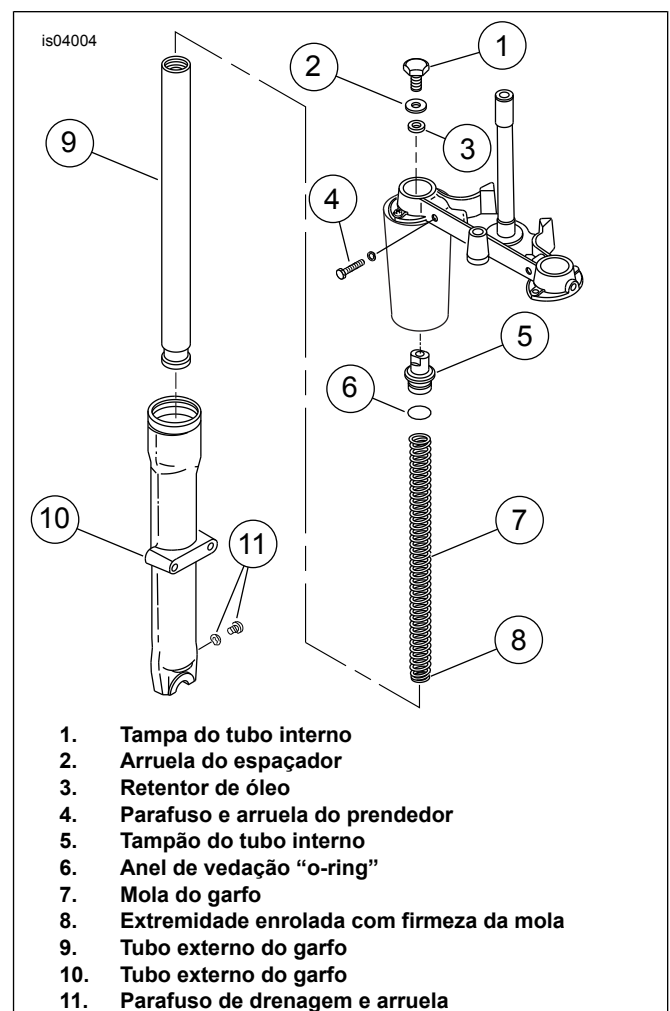

Figura 1. Garfo dianteiro
4. Veja Figura 1. Remova a tampa do tubo interno (1), o espaçador (2) e o retentor de óleo (3) da parte superior de um lado do garfo. Guarde a tampa e o espaçador. O retentor de óleo pode ser descartado.
5. Afrouxe o parafuso do prendedor (4) e puxe o garfo para fora dos suportes.
7. Veja Figura 1. Remova o tampão do tubo interno (5) e o anel de vedação "o-ring" (6). Puxe a mola (7) para fora do tubo interno (9). Remova o parafuso de drenagem e a arruela (11), e drene o garfo. Instale o parafuso de drenagem e a arruela, e aperte com torque de 5,9 a 8,9 N·m (52 a 78 lb·pol.).